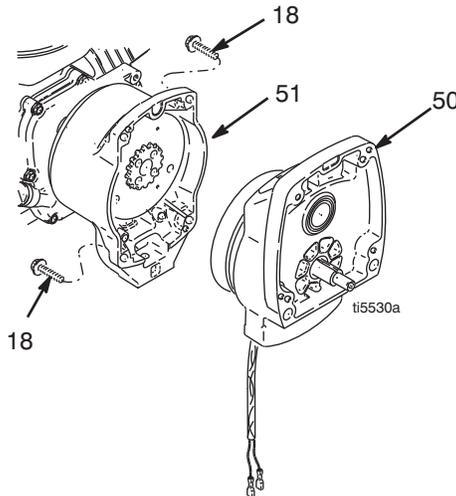
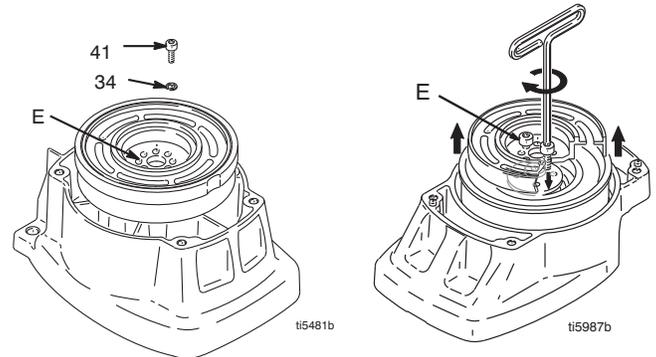

FIG. 3
FIG. 4
- a. Retire los dos tornillos (91) y bascule hacia abajo la tapa (77).
4. FIG. 3. Saque los cuatro tornillos (18) y el conjunto del piñón (50).
5. FIG. 4. Coloque el conjunto del piñón (50) en el banco, con el lado del rotor hacia arriba.
6. Retire los cuatro tornillos (41) y las arandelas de seguridad (34). Coloque dos tornillos en los orificios roscados (E) del rotor. Apriete, alternativamente, los tornillos hasta que salga el rotor.
9. FIG. 4. Coloque el conjunto del piñón en el banco, con el lado del rotor hacia arriba.
10. Aplique locktite a los tornillos. Instale los cuatro tornillos (41) y las arandelas de seguridad (34). Apriete, alternativamente, los tornillos a un par de 125 in-lb hasta que el rotor esté firmemente colocado. Utilice los orificios roscados para sujetar el rotor.
11. FIG. 3. Instale el conjunto del piñón (50) con los cuatro tornillos (18).
12. FIG. 4. Conecte los conectores del embrague (A) y del embrague (B) a la tarjeta de control.